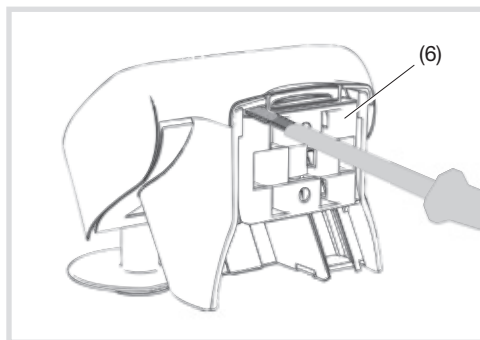

Figure 4 : desserrage du support de fixation murale ou sur mât
La station météorologique est fournie avec un support de fixation murale ou sur mât (6). Ce support est fixé sur l'arrière de la station lors de la livraison (figure 4).
- Dévisser à l'aide d'un tournevis, le support de fixation murale ou sur mât (6). Pousser le support vers le bas pour le déclipser. (figure 4).